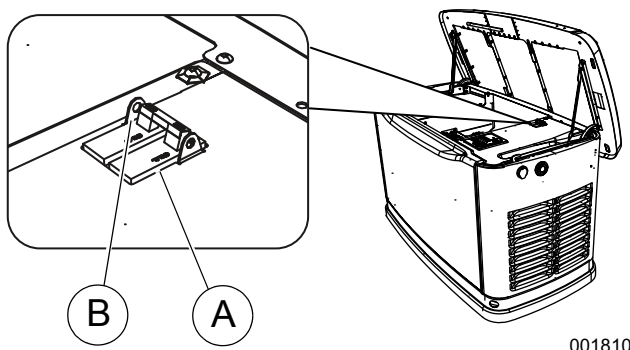

Figura 3-3. Disyuntor principal
Este es un disyuntor de 2 polos con valor nominal conforme a las especificaciones relevantes. Vea (A) en la Figura 3-3.